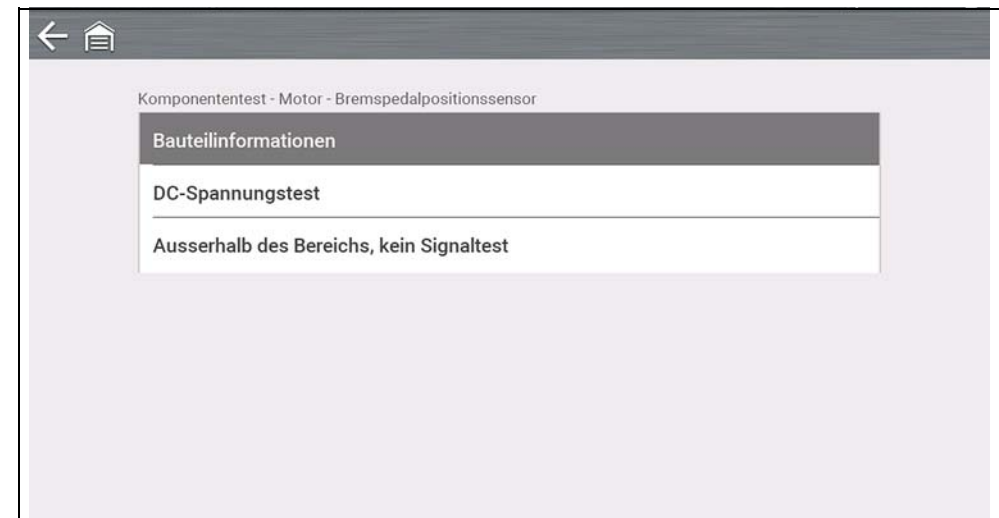

Abbildung 9-5
- Wählen Sie **Komponenteninformationen** aus dem Menü für Komponententests (Abbildung 9-5).